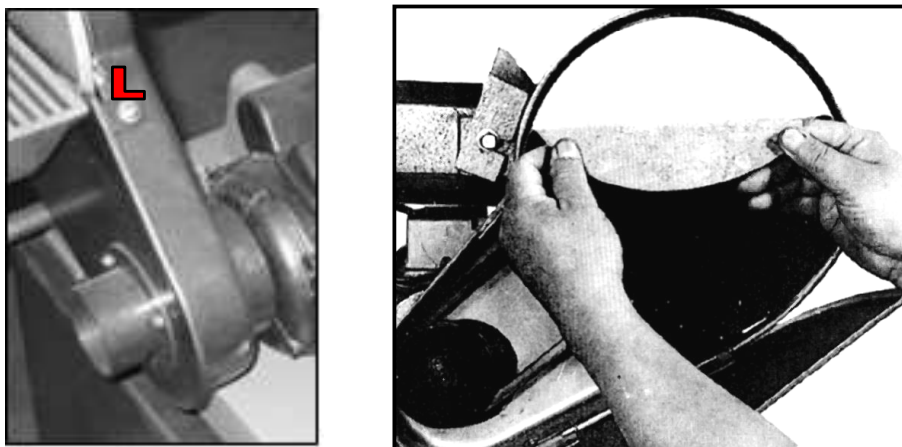

Figura 18 – Montaggio del disco abrasivo Art. 0662.
2. Svitare le viti (L) di fissaggio del carter di protezione (figura 18), dopodiché rimuovere il carter.
3. Staccate parte del foglio di protezione posteriore e attaccate il disco abrasivo al platorello, in modo da allineare il perimetro esterno del disco con quello del platorello (figura 18). Rimuovete il foglio protettivo poco alla volta dopodiché premete il disco sul platorello.
4. Fissate il carter di protezione, con le viti (L).